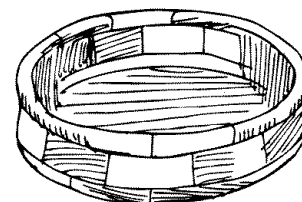

Figura 66
- El recipiente redondo ilustrado en la Figura 66 exige 12 piezas segmentadas para los lados. Los recipientes redondos también se pueden trabajar con 6 u 8 piezas.